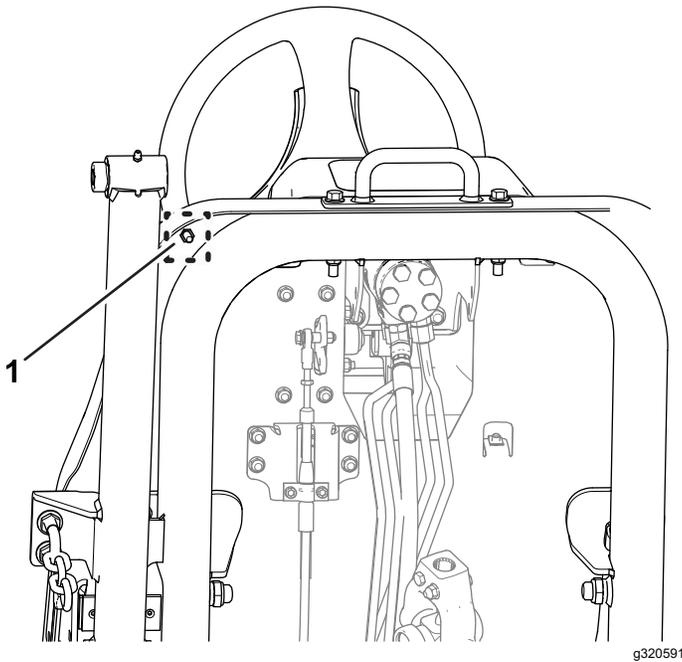

Figura 82
- B. Afloje la contratuerca situada por debajo de la placa del reposapiés (Figura 82).
- F. Mientras sujeta el tope del pedal de tracción, apriete la contratuerca situada debajo de la placa del reposapiés (Figura 81 y Figura 82) a entre 37 y 45 N·m.